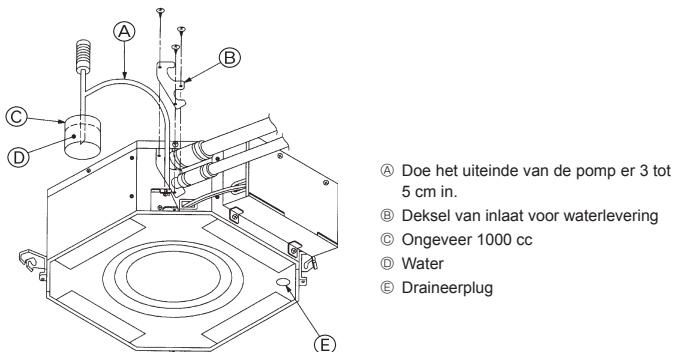

Fig. 6-3
- Richt de afstandsbediening op de afstandsbedieningssensor van het binnenapparaat en voer de stappen ② t/m ⑦ uit.
6.3. Controle van de drainage (Fig. 6-3)